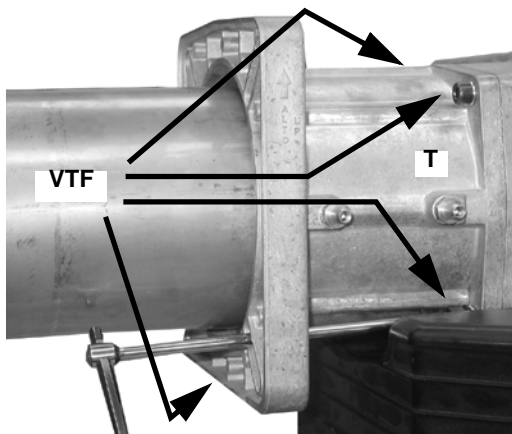

Рис. 12
- 3 Снять фланцевый патрубок Т, открутив для этого 4 винта с углубленной головкой VTF (Рис. 12)